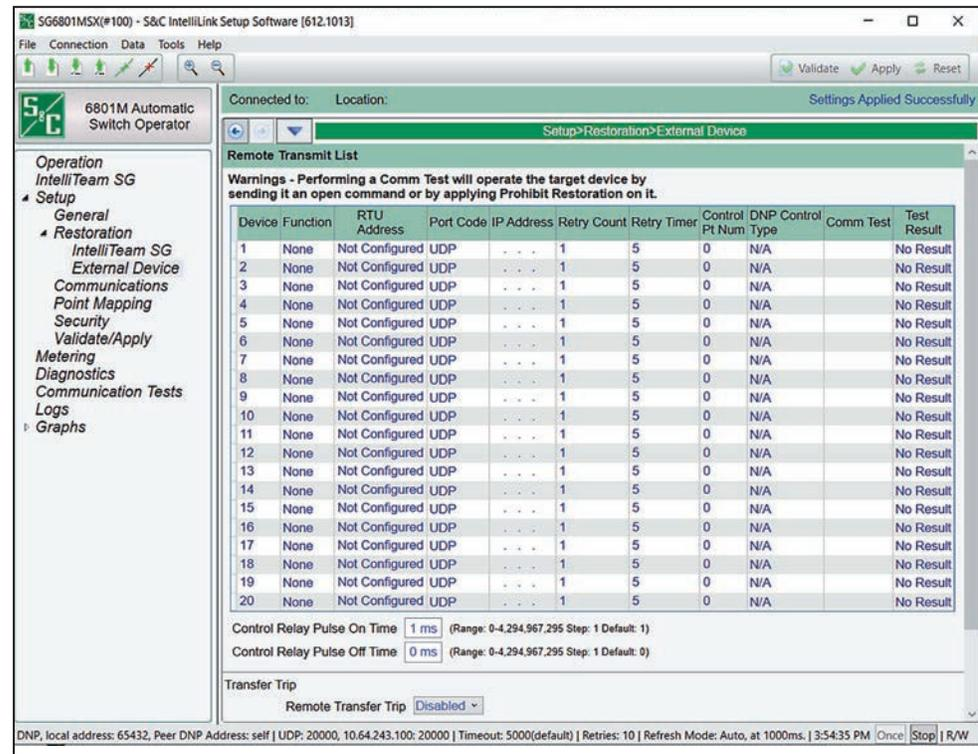

Figura 88. La pantalla Setup>Restoration>External Device (Configuración>Restauración>Dispositivo externo) en la Lista de Transmisión Remota.
Los comandos **Transfer Trip (Disparo de Transferencia)** son enviados desde el dispositivo a los recursos de generación distribuida (DG) dentro del sistema de distribución inmediatamente a la detección de una anomalía del circuito de modo que la generación distribuida no interfiera con las actividades de restablecimiento del sistema IntelliTeam. Esta acción es tanto por razones de seguridad como para la protección de la carga. Ver Figura 88 en la página 160.
Con las versiones de firmware 7.5.x y posteriores, las funciones **Remote Prohibit Restoration List (Lista de Restablecimiento de Prohibición Remota)** y **Remote Transfer Trip List (Lista de Disparo de Transferencia Remota)** se han combinado en una sola tabla denominada “Remote Transmit List.” (“Lista de Transmisión Remota”). Esta tabla se encuentra en la pantalla Setup>Restoration>External Device (Configuración >Restablecimiento>Dispositivo Externo) e incluye la misma funcionalidad para enviar un comando **Remote Prohibit Restoration** o **Remote Transfer Trip (Restablecimiento de Prohibición Remota o Disparo de Transferencia Remota)** a dispositivos remotos que estaban disponibles en la versión de firmware 7.3.x. Vea la Figura 88.